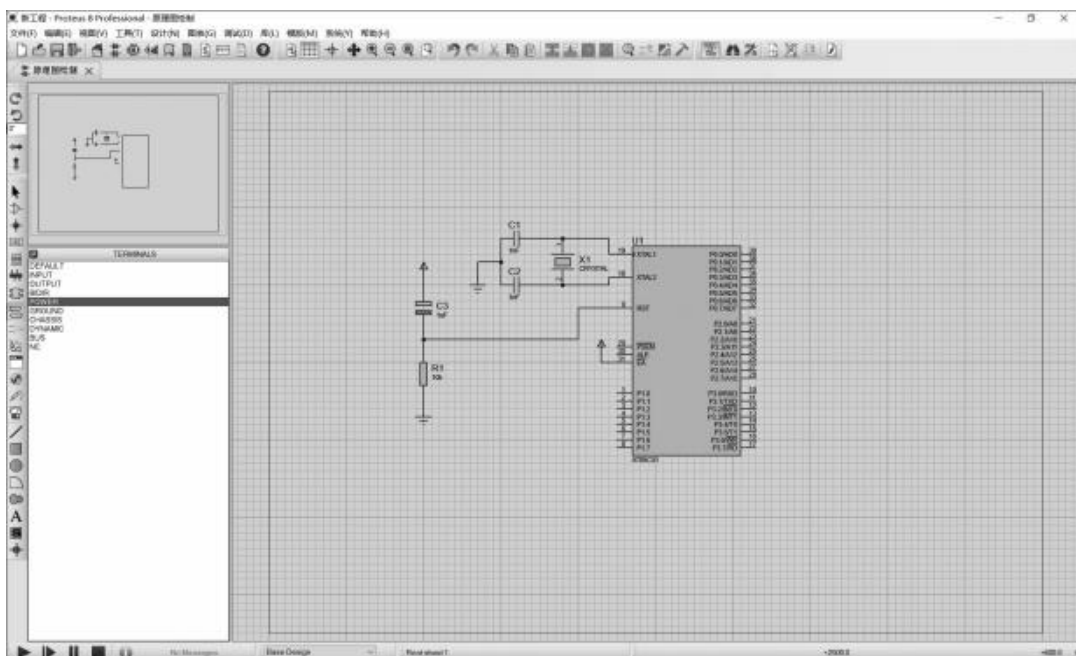

图 1-4-10 导线连接
(7)在原理图编辑窗口中,单击元器件的引脚会引出一条导线,将它连接到其他元件的引脚上,就完成了元器件之间的导线连接,如图 1-4-10 所示。
(8)此时可以看到元件上标有元件位号及其值,如图 1-4-10 中 C_1 是元件位号,1 nF 是电容值。双击元件打开“编辑元件”窗口,在窗口中可以修改元件位号和元件值,如图 1-4-11 所示。